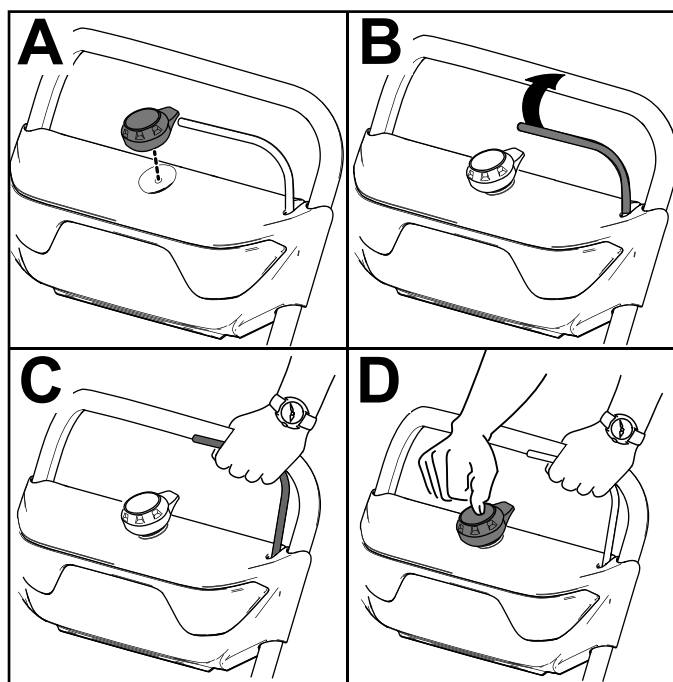

Figura 10
2. Insira o botão de arranque elétrico no arrancador elétrico (A de Figura 10).
3. Aperte a barra e segure-a contra a pega (B e C de Figura 10).
4. Pressione o botão de arranque elétrico até que o motor arranque (D de Figura 10).